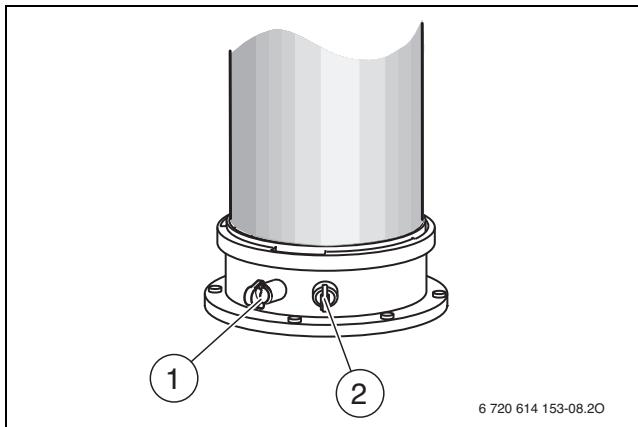

Bild 122 Abgasmessstutzen und Verbrennungsluft-Messstutzen
- Stopfen am Verbrennungsluft-Messstutzen (→ Bild 122, [2]) entfernen.
- Stopfen am Abgasmessstutzen (→ Bild 122, [1]) entfernen.